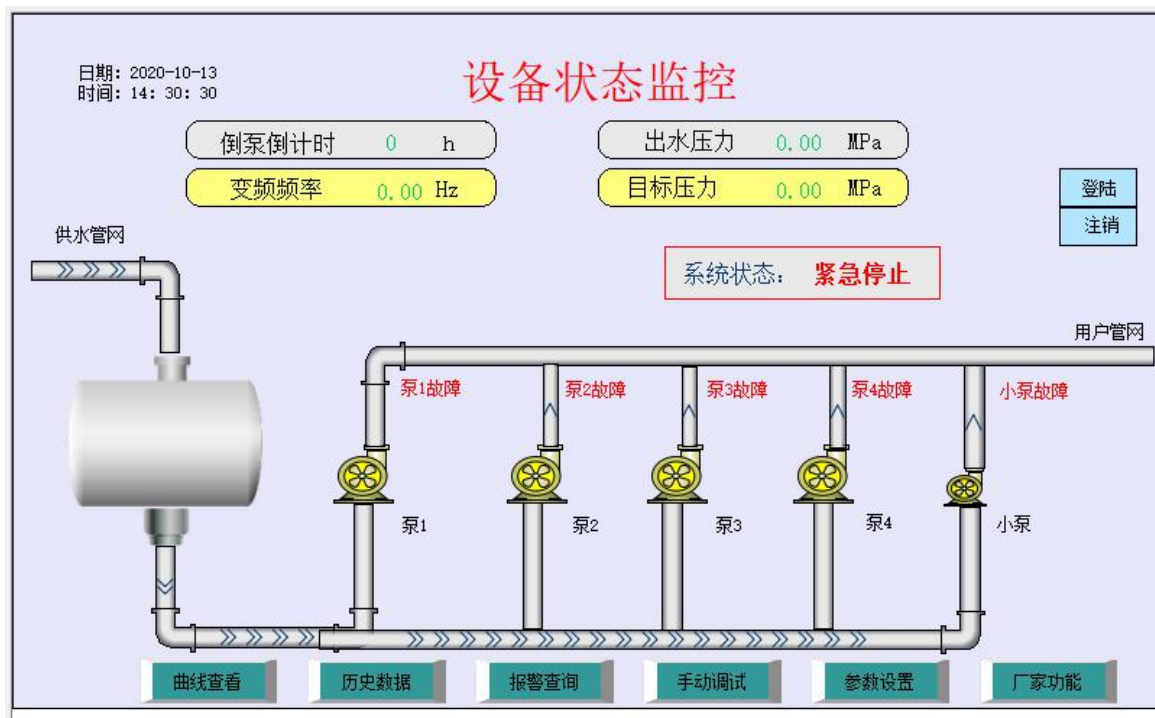

图 6-3 编辑好的工程
- ✓ 设置好各控件的属性后，点击“保存”按钮保存该工程，然后选择菜单栏中的“下载”菜单中“离线模拟”，如图 6-3 所示：